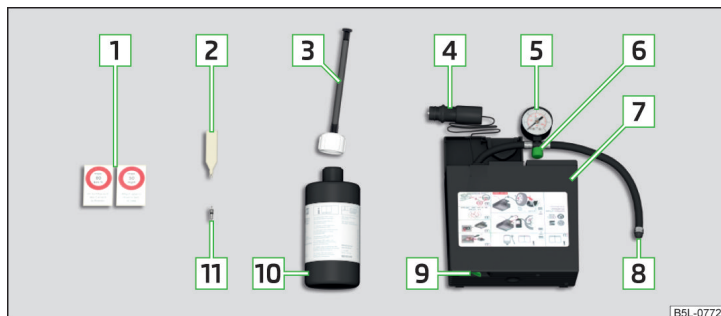

Fig. 154 Descrição do kit de reparação de pneus
- Colocar a chave de núcleo de válvula **2** » Fig. 154 na página 142 no núcleo de válvula, de modo a que o núcleo de válvula entra na ranhura da chave de núcleo de válvula.
- Agitar bem algumas vezes a garrafa **10** » Fig. 154 na página 142.
- Apertar a mangueira de enchimento dos pneus [8] » Fig. 154 na página 142 na válvula do pneu.
- Colar o autocolante [1] » Fig. 154 na página 142 no painel de bordo dentro do campo de visão do condutor.